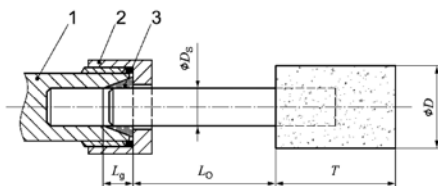

Fig. 1: Inspänningslängd från spännchuck och spännhyla
- Det tillåtna varvtalet för små slipstift måste reduceras för att kompensera för skaftlängden mellan spännhylan och slipstiftet (överhäng). Kontrollera att minsta inspänningslängden på 10 mm inte underskrids. (Se fig. 1 och rekommenderingen från tillverkaren av slipstiftet).